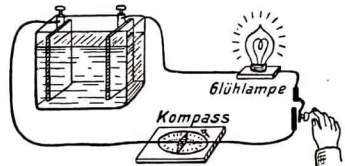

Abb. 322. Wirkung des elektrischen Stromes
Ein galvanisches Element ist ein Gefäß, in dem zwei verschiedene Metallplatten in einer geeigneten Flüssigkeit stehen (Abb. 322).
**Vorübung:** Schalte, wie Abb. 322 zeigt, eine kleine Glühlampe an einen Akkumulator! [Ergebnis: Sie brennt anhaltend.]